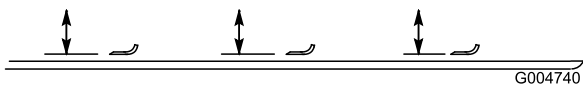

Figura 85
2. Gire la cuchilla hasta que los extremos estén orientados hacia adelante y hacia atrás, y mida desde el interior de la carcasa de corte al filo de corte en la parte delantera de la cuchilla (Figura 85).